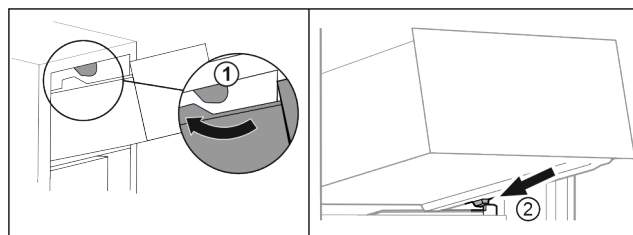

Fig. 18
- Обведите выдвижной ящик вокруг верхнего стопора. Fig. 18 (1)
- Наклоняя вниз, установите выдвижной ящик за нижние стопоры на контейнерное ребро. Fig. 18 (2)